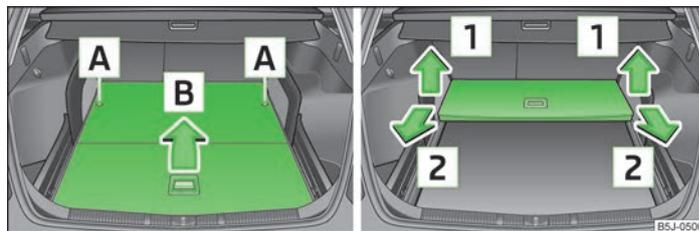

Abb. 51 Variablen Ladeboden zusammenklappen / herausnehmen
- › Den variablen Ladeboden durch Drehen der Sicherungsbolzen **A** nach links um ca. 180° entriegeln » Abb. 51.
- › Den variablen Ladeboden in Pfeilrichtung **1** » Abb. 51 hochklappen und durch Ziehen in Pfeilrichtung **2** » Abb. 51 herausnehmen.